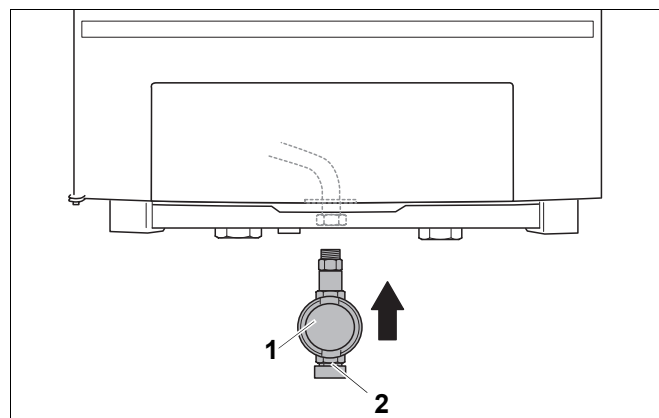

Рис. 4 Подключение газа
- Установить кран подачи газа (рис. 4, **поз. 1**) на газопроводную трубу (GAS).
- Подключить газопровод к газовому вводу котла без механических напряжений (рис. 4, **поз. 2**).